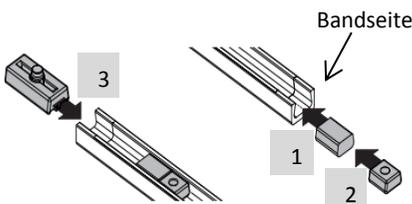

Bild 12
- Einführung des Dämpfungsklotzes(1), des Stoppers (2) und des Gleiters (3) in die Gleitschiene (sh. Bild 12)